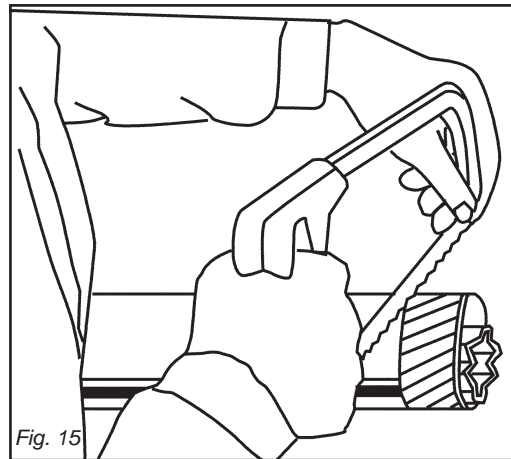
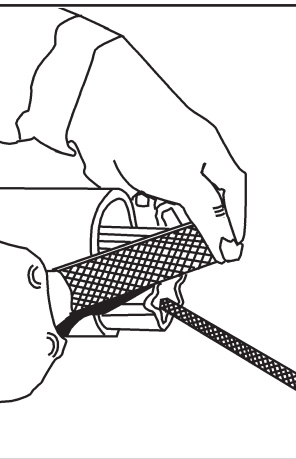

Fig. 15
Fig. 18
- Accorciare i tubi scorrevoli di una stessa lunghezza (Fig. 15 e 16), sbavare e pulire (Fig. 17) e ingrassare l'interno del tubo esterno (Fig. 18).
- Shorten the sliding tubes by the same extent (Fig. 15 and 16), deburr and trim (Fig. 17), then grease the inside of the outer tube (Fig. 18).
- Raccourcir les tubes coulissant de la même longueur (Fig. 15 et 16), ébavurer et nettoyer (Fig. 17) puis graisser l'intérieur du tube extérieur (Fig. 18).
- Die Gleitrohre um die gleiche Länge (Abb. 15 und 16) kürzen, sie abgraten und reinigen (Abb. 17) und das Innere des Außenrohrs schmieren (Abb. 18).
- Acortar los tubos corredizos en modo uniforme (Fig. 15 y 16), quitar las rebabas y limpiar (Fig. 17) y engrasar dentro del tubo externo (Fig. 18).